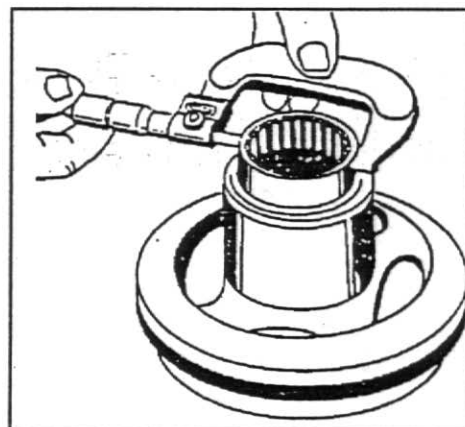

Fig. 9
10. Verifique com o micrômetro, o diâmetro do cubo da polia na superfície de contato com o vedador: 60,33 - 60,45 mm ou 2,375 - 2,380 pol, fig.9.